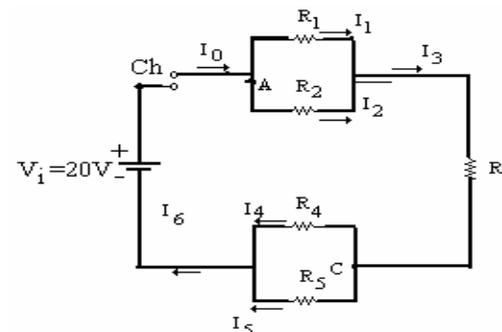
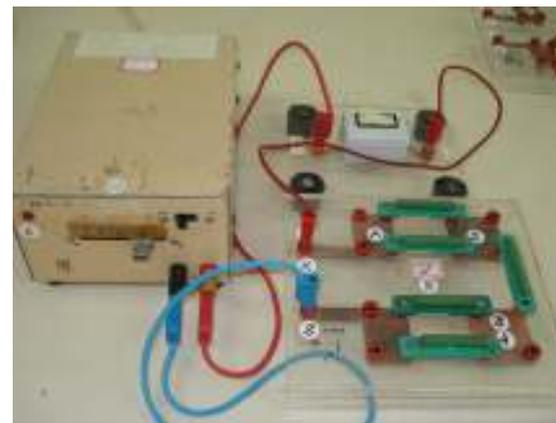

Figura 4.7
Figura 4.8
- a) Monte o experimento da figura 4.8, cujo circuito está representado pela figura 4.7 abaixo: